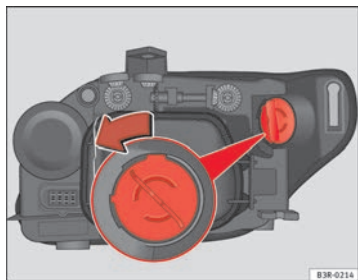

Fig. 219 Luce DRL (luce diurna)
- Ruotare il portalampada in senso antiorario afferrandolo per l'impugnatura ⇒ fig. 219 ed estrarlo insieme alla lampadina.